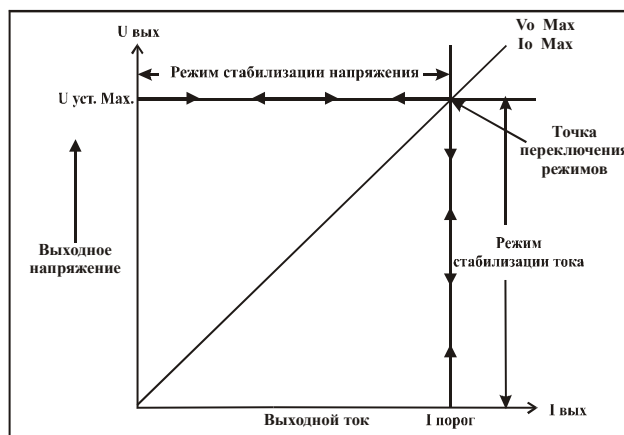

Рис. 2.1. Вольтамперная характеристика источника питания
Рабочая характеристика источника питания данной серии называется ВАХ с автоматическим переключением режимов. Это означает, что при изменении сопротивления нагрузки автоматически происходит переключение из режима стабилизации напряжения (CV) в режим стабилизации тока (CC) и наоборот. Точка пересечения значений установленного предела по току ($I_{\text{пор.}}$) и максимального значения выходного напряжения ($U_{\text{уст. max}}$) называется точкой переключения режимов. На рис. 2.1 показана зависимость положения точки переключения от величины тока нагрузки.